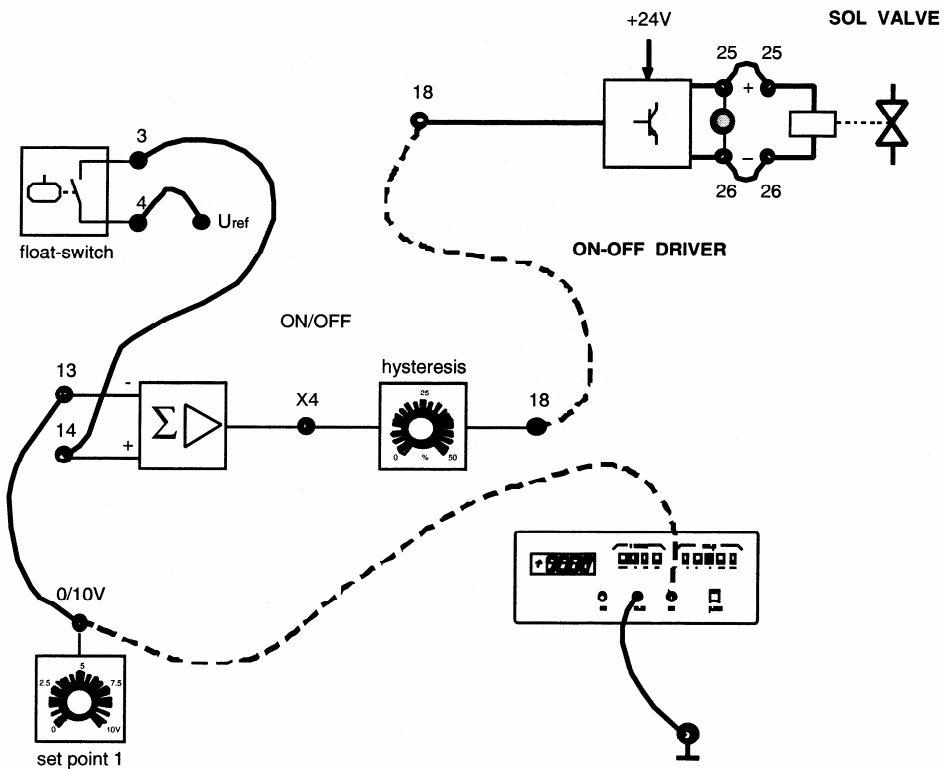

Fig. 8.1
1. Συνδέστε τα No 25 και No 26 του ON-OFF DRIVER όπως φαίνεται στο Fig8.1